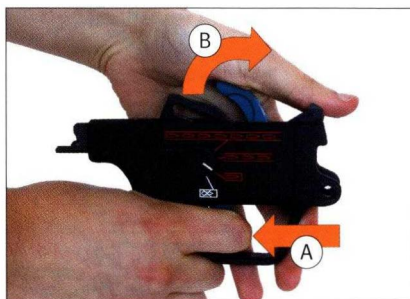

Abb. 27: Hahn nach vorne führen
7. Abzug betätigen und Hahn langsam nach vorne führen (Abb. 27).